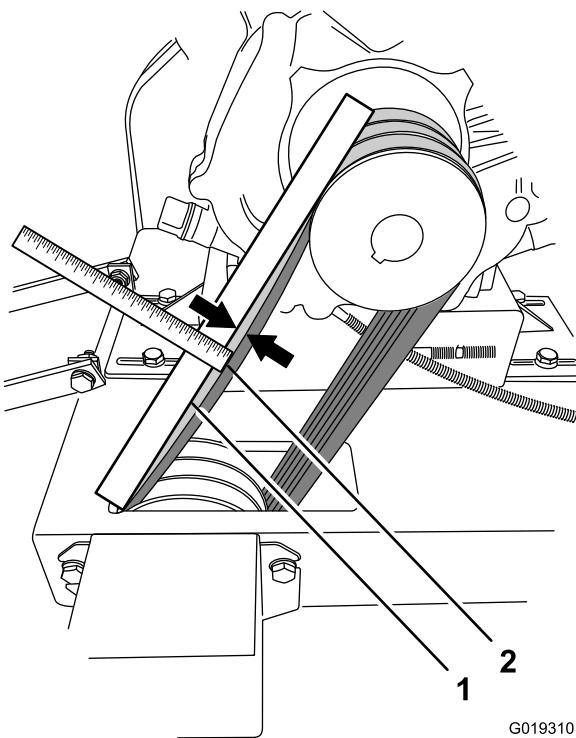

Figure 51
- A. Placez une règle droite sur chaque courroie et en travers des poulies d' arbre d' entraînement et d' arbre de lame (Figure 51).
- B. Avec le doigt, appuyez sur la courroie d' entraînement à mi-chemin entre les poulies (Figure 51).
- C. Chaque courroie doit présenter une flèche d'environ 5 mm pour une charge de 2 kg (0,19 po pour charge de 4,2 lb) à partir de la règle (Figure 51). Si la tension des courroies est insuffisante ou excessive, ajustez-la ; voir Réglage de la tension de la courroie d' entraînement.